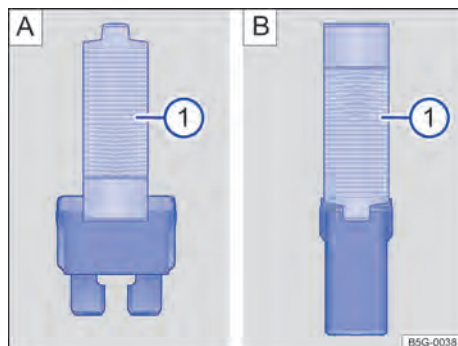

Fig. 180 Retirar ou colocar o fusível com a pinça de plástico: **A**: fusível plano, **B**: fusível de bloqueio.
- Se necessário, retirar a pinça de plástico → Fig. 180 **1** da cobertura da caixa de fusíveis.
- De acordo com a versão do fusível, colocar as garras adequadas do alicate plástico → Fig. 180 **A** **1** ou → Fig. 180 **B** **1** lateralmente no fusível.